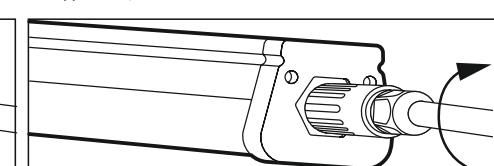

Рис. 4
5.16 Соедините быстросъемный разъем и надежно закрутите его, чтобы добиться герметичности (рис. 4).